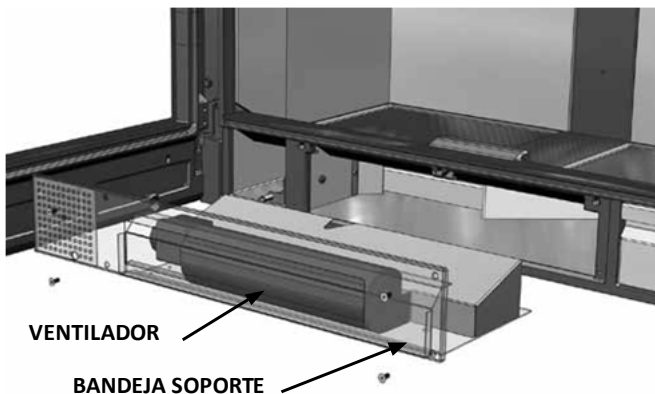

FIG. 2 - Nature 100
2. Una vez sueltos los 4 tornillos (dos para las versiones Nature 70 / 80) extraer la bandeja que soporta el ventilador (Fig.2). Debe tener especial cuidado a la hora de sacar la bandeja de no cortar o deteriorar el cableado.